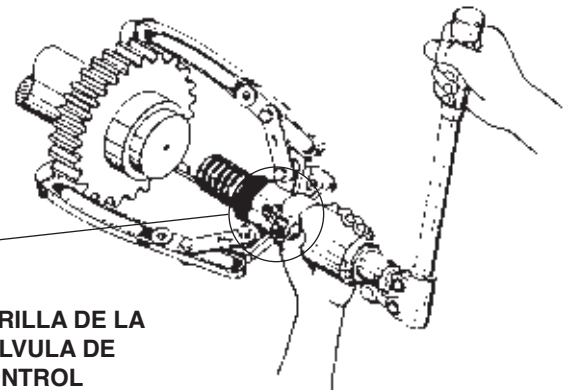

Figura 2
3. Gire completamente la perilla de la válvula de control en el sentido de las agujas del reloj para avanzar el pistón. Consulte la figura 2.